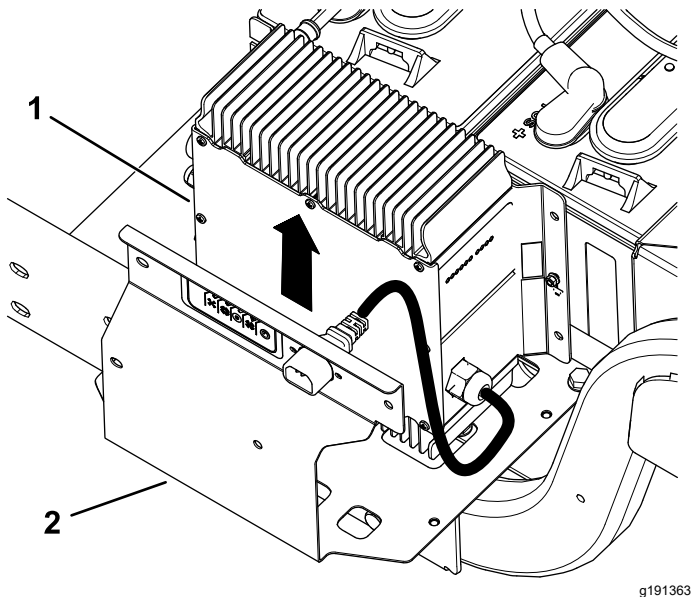

Bild 5
2. Nehmen Sie das Ladegerät und das Ladegerätkabel aus der Ladegeräthalterung (Bild 5).